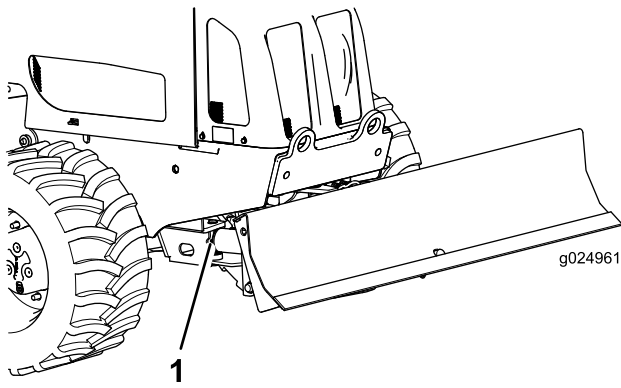

Bild 58
2. Setzen Sie eine Fettpresse auf jeden Planierschildwinkelzylinder und drücken Sie drei Stöße des Fetts auf jeden Schmiernippel ein (Bild 58).